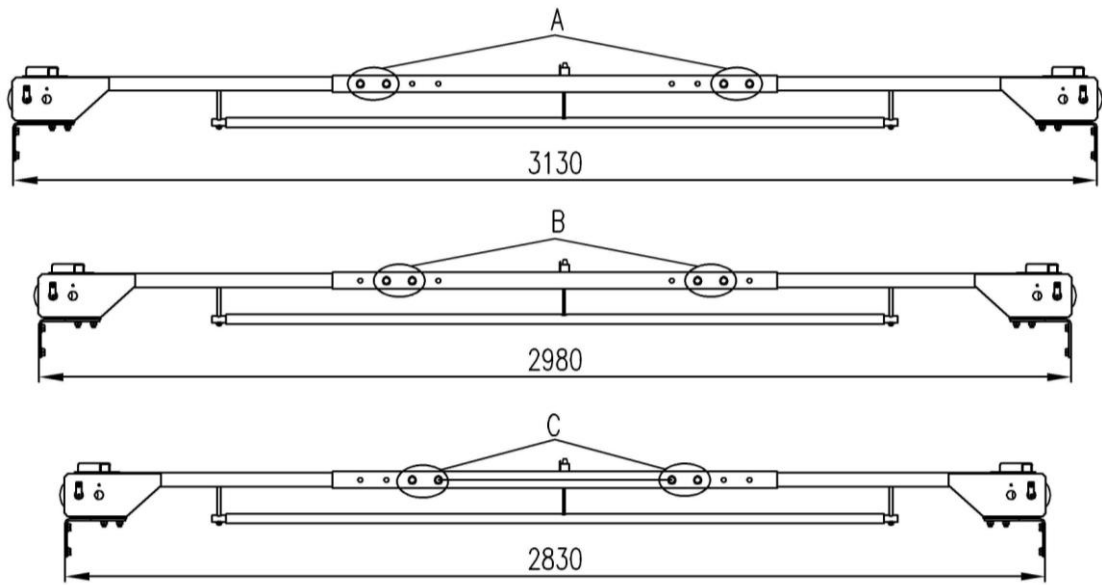

图 9
（见图 9），当连接螺栓在 A 位置时，横梁拉到最长位置，此时安装平衡钢索应该使用 2 个钢索加长接头（两根钢索共 4 个）。当连接螺栓在 B 位置时，横梁拉到中间位置，此时安装平衡钢索应该使用 1 个钢索加长接头（两根钢索共 2 个）。当连接螺栓在 C 位置时，横梁拉到最短位置，此时不需要使用钢索加长接头。
6.3.5 将液压系统管路连接（见图 10）。参照图 9，横梁拉到最长位置时，安装油管应该使用 2 个油管加长接头。横梁拉到中间位置时，应该使用 1 个油管加长接头。横梁拉到最短位置时，不需要使用油管加长接头。